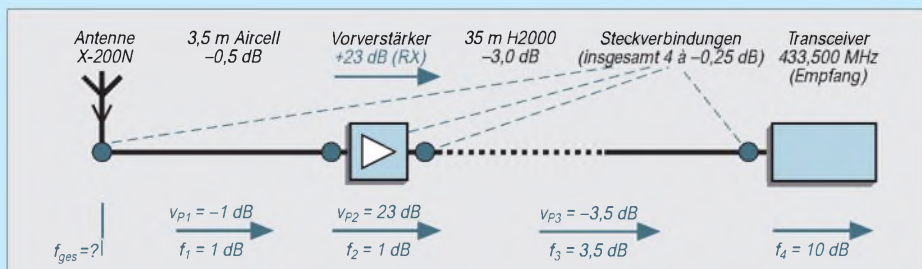

Bild 2: Rauschen einer Amateurfunkstelle bei 433,5 MHz (Antenne, Transceiver, Kabel und Vorverstärker weisen durchweg 50 Ω Impedanz auf.)
Einzusetzen sind darin Rauschfaktoren F sowie Leistungsverstärkungen V_P als Absolutwerte, nicht in dB (Kasten vorige Seite!). Bei noch mehr Stufen tauchen weitere Brüche auf, in deren Nenner jeweils das Produkt der Leistungsverstärkungen aller vorgelagerten Stufen steht. Die Leistungsverstärkung der am Ende der Kette befindlichen Stufe (in Bild 2 der Transceiver) geht hingegen nie ein, wohl aber ihr Rauschen. Möchte man nun einzelne Komponenten variieren, vergeht bei dem „Bandwurm“ (8) schnell die Freude, gebe es da nicht die in Bild 3 gezeigte Freeware AppCad, im Internet unter www.agilent.com downloadbar und als Zugabe auf der 2000er Jahrgang-CD des FUNKAMATEUR. HP offeriert auch eine DOS-Version.